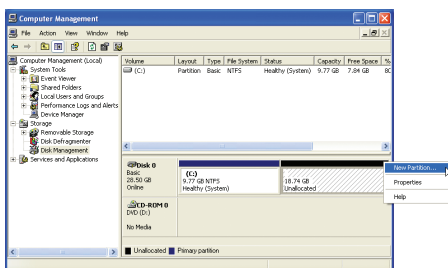

Figura 6
5. Se o disco rígido não for particionado corretamente antes de instalar o sistema operacional, você pode criar novas partições usando espaço livre no seu disco rígido (Figura 6,7). Porém, se **Disk Management (Gerenciamento de disco)** mostrar que o disco rígido contém apenas a partição do sistema sem qualquer espaço não alocado, você não conseguirá criar novas partições ou utilizar o Xpress Recovery2. Se isto ocorrer, reinstale o sistema operacional e faça novamente o particionamento de seu disco rígido.